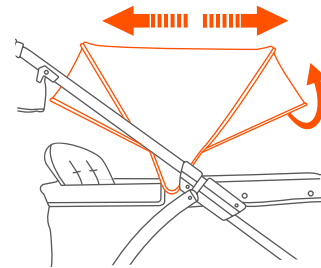

Fig. 6b
• **Para abrir el dosel:** Extienda firmemente ambos lados del dosel. Para usar los visores despléguela hacia fuera (Fig 6b).